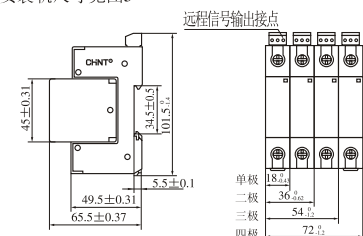
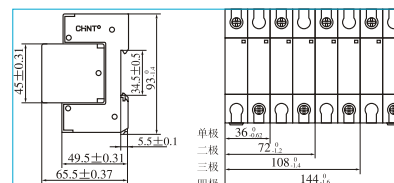

图1 NU6-Ⅱ/F(5、15、25kA)带远程信号输出接点电涌保护器外形及安装尺寸
图4 NU6-Ⅱ(40kA)不带远程信号输出接点电涌保护器外形及安装尺寸
外形尺寸及安装尺寸见图1～图4
6.1.2 安装时按图1～图4位置卡入安装轨。将电涌保护器上的止动件向上推进，使电涌保护器固